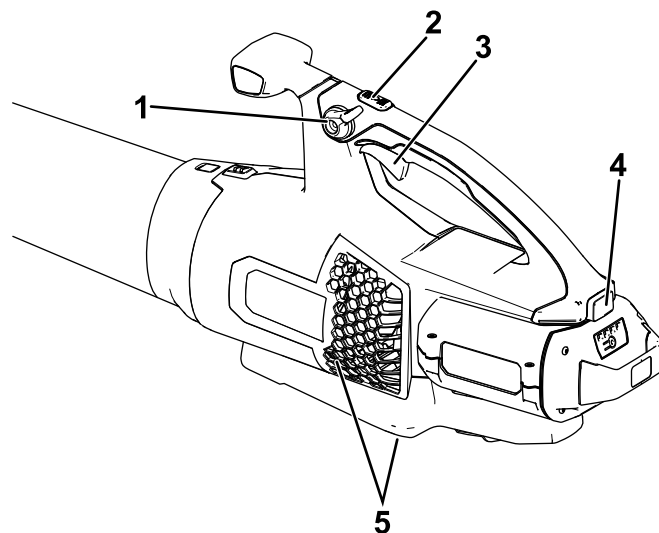

Figure 6
4. Pour mettre le souffleur en marche, serrez la gâchette de vitesse variable (Figure 6).
Remarque: Enclenchez le blocage de vitesse pour garder la machine en marche sans avoir à appuyer sur la gâchette de vitesse variable (Figure 6).
Pour obtenir des performances optimales (débit d'air), maintenez le bouton Turbo Boost enfoncé pendant la durée souhaitée (Figure 6).
Pour régler le débit du souffleur en marche, serrez la gâchette de vitesse variable (Figure 6).
Pour maintenir le débit d'air actuel, engagez le blocage de vitesse (Figure 6).
Pour arrêter le souffleur, déverrouillez le blocage de vitesse (le cas échéant) et relâchez la gâchette de vitesse variable (Figure 6).